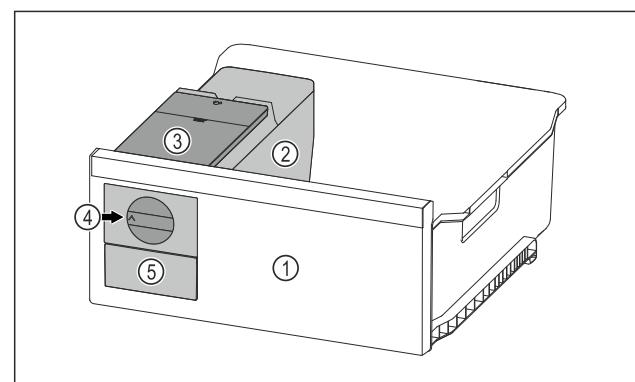

Fig. 84 Príklad zobrazenia
- Otočný gombík Fig. 84 (4) otočte v smere hodinových ručičiek až na doraz.
- Kocky ľadu vypadávajú z misky na kocky ľadu do zásuvky na kocky ľadu Fig. 84 (5).